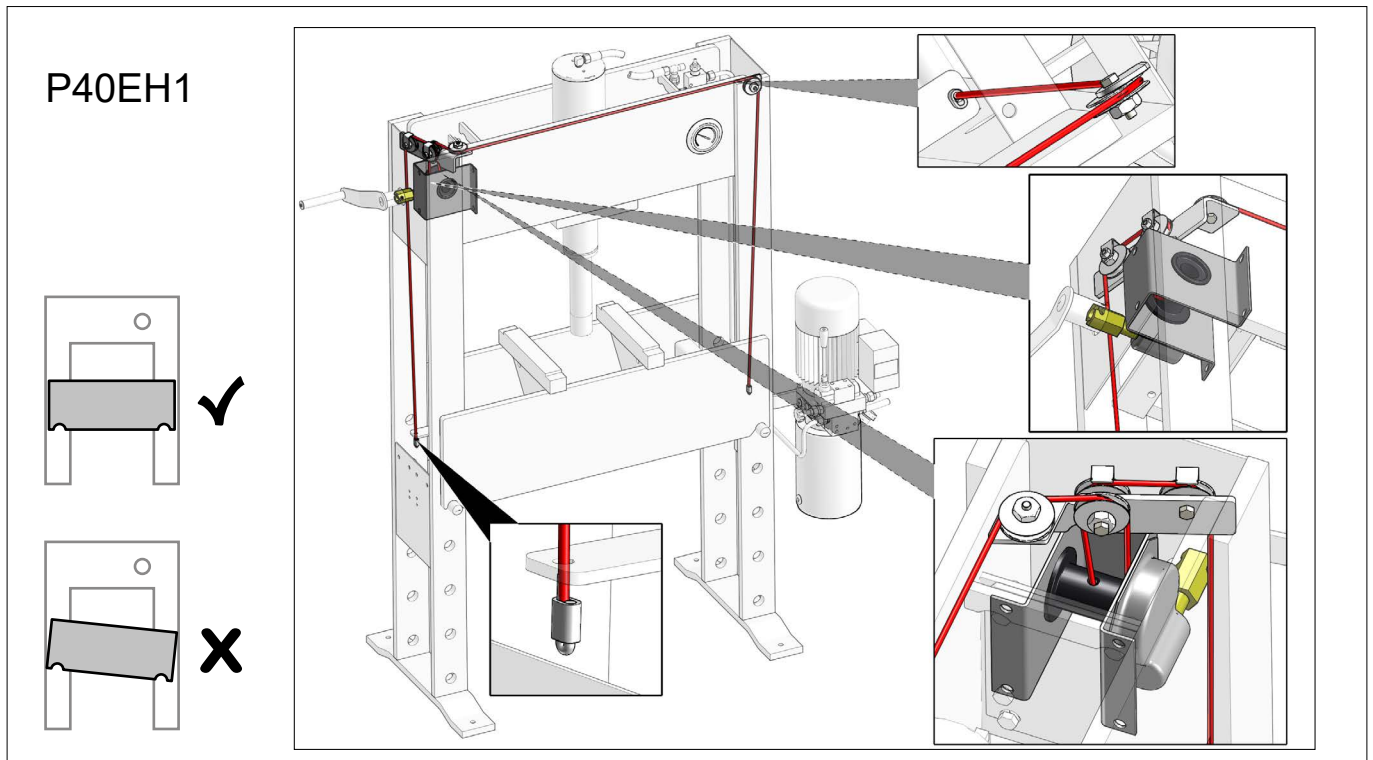
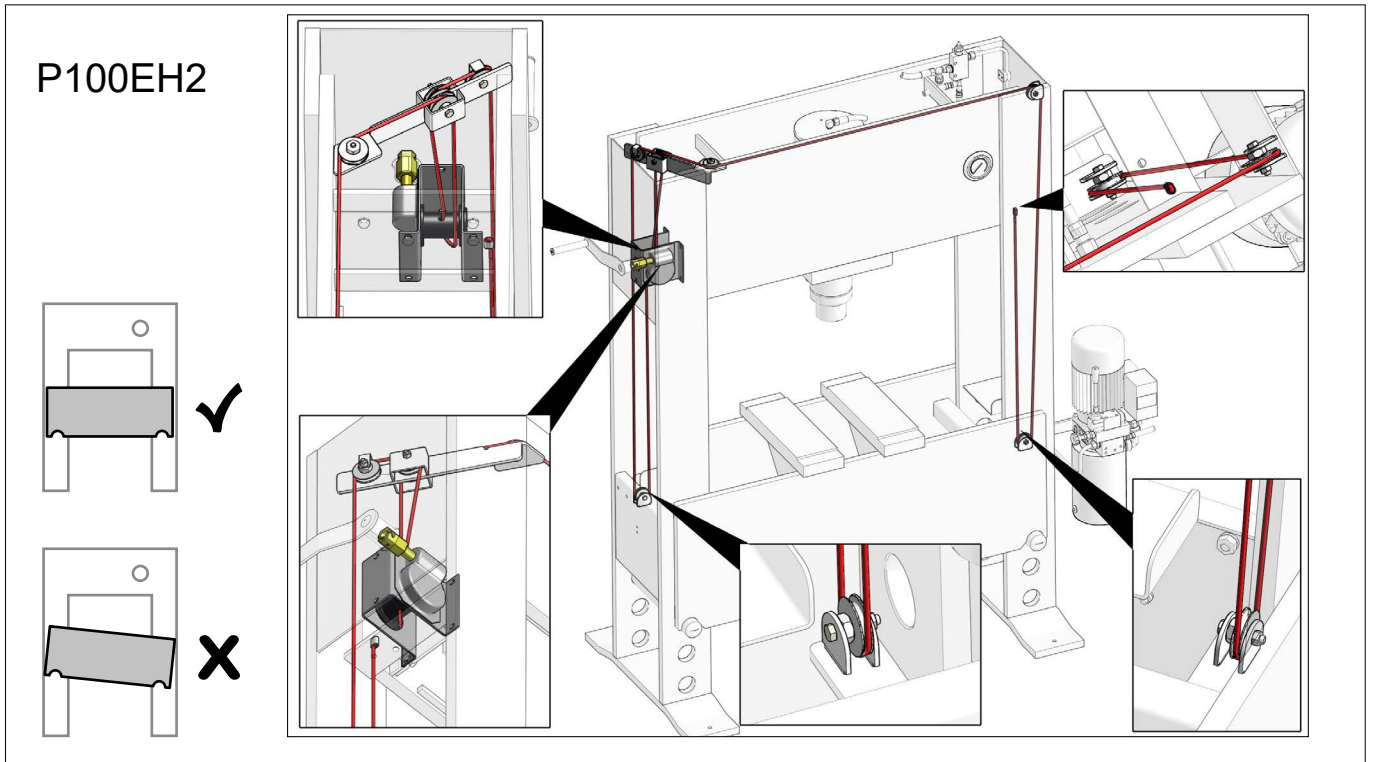

Fig.30
Fig.32
- Treuil et fil pour l'usure (Fig.30) - (Fig.32)
- Vinsch och tråd för slitage (Fig.30) - (Fig.32)
- Vinssi ja lanka kulumista varten (Fig.30) - (Fig.32)
- Lier en draad op slijtage (Fig.30) - (Fig.32)
- Compruebe que el polipasto y su cable no presenten daños (Fig.30) - (Fig.32)
- Spilletets wire og wizens fastgørelse (Fig.30) - (Fig.32)
- Winch and wire for wear and tear (Fig.30) - (Fig.32)
- Winde und Draht für Verschleiß (Fig.30) - (Fig.32)
- Лебедка и трос на износ (Fig.30) - (Fig.32)
- Verricello e filo per usura (Fig.30) - (Fig.32)